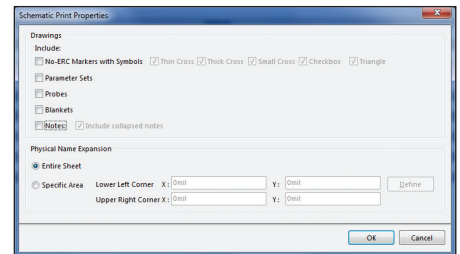

Рис. 20. Настройка свойств задания
2. Для текущего задания необходимо задать свойства. Для этого щелкнем правой клавишей мыши на строке задания и в выпадающем меню выберем пункт *Configure*, в результате чего откроется окно *Schematic Print Properties* (рис. 20). В верхней области *Drawings* расположены галочки, отвечающие за печать служебных элементов AD: директив, маркеров и других. Такие элементы на схемах не предусмотрены ЕСКД, поэтому снимем здесь все галочки. В области *Physical Name Expansion* можно выбрать печать не только всего листа (переключатель на *Entire Sheet*), но и его отдельной области (переключатель на *Specific Area*). При этом такую область можно задать и вручную, указав нижний левый угол в поле *Lower Left Corner* и правый верхний угол в поле *Upper Right Corner*, и ука-